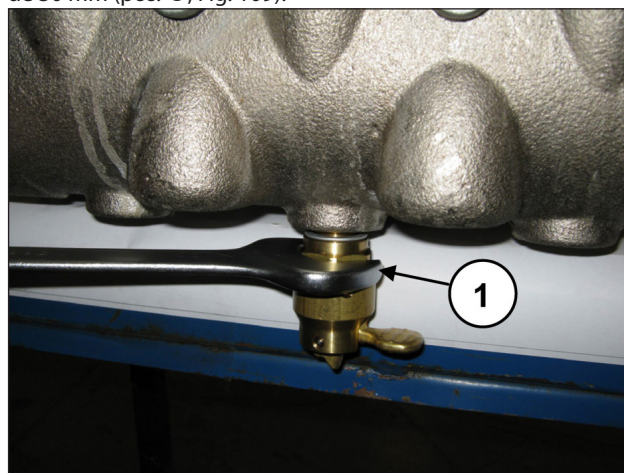

Fig. 109
Solte o dispositivo de abertura das válvulas mediante chave de 30 mm (pos. ①, Fig. 109).